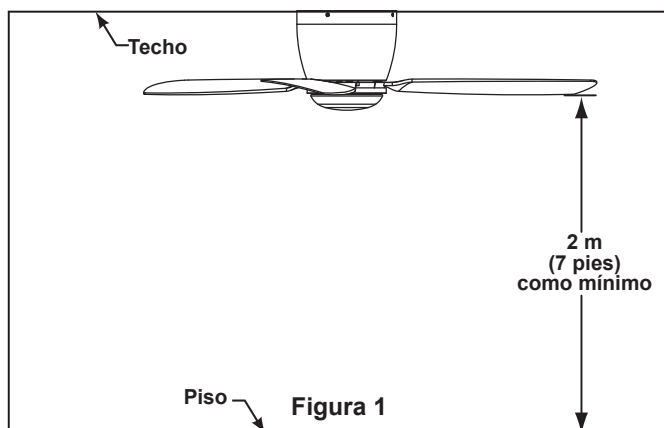

Figura 1
### Caja de perfil bajo (Figura 1)
Las aspas del ventilador deben estar suspendidas, al menos, a 2 m (7') del piso (Figura 1)
- 1.** Conecte el cable verde de la toma de tierra desde el soporte de techo al conductor de toma de tierra de la fuente de alimentación (éste puede ser un cable pelado o un cable verde con aislamiento). Conecte los cables con cuidado usando un conector de cables. Conecte con cuidado el cable del receptor blanco (que viene del ventilador) con el cable blanco (neutro) de la fuente de alimentación utilizando un conector de cables. Por último, conecte el cable negro del receptor (que viene del ventilador) al cable negro de la fuente de alimentación utilizando un conector de cables. (Figura 1)
- 2.** Luego de empalmar los cables y realizar la conexión, sepárelos y dóblelos hacia arriba con el conductor con conexión a tierra y el conductor con conexión a tierra del equipo debe ir en un lado de la caja de distribución eléctrica y el conductor sin conexión a tierra debe ir del otro lado. (Figura 1)
1. Instale la unidad del motor a la unidad de soporte de techo utilizando las tuercas hexagonales y arandelas planas anteriormente extraídas y fíjelas adecuadamente. (Figura 1)
1. Coloque el aspa sobre el soporte de aspas con los pilotes roscados a la vista. Asegúrese de que la parte inferior del aspa se encuentre bien apoyada sobre el soporte. Con un destornillador Phillips, fije los tornillos de cabeza con arandela de plana para asegurar la placa en el brazo de sujeción de las palas. (Figura 1)